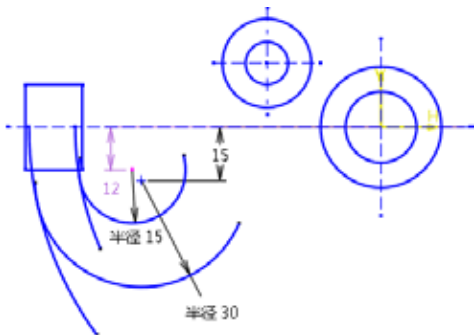

图5-120 绘制相切圆弧
- 07 再利用【弧】命令，绘制如图5-120所示的2段圆弧，这2段圆弧分别与前面绘制的圆弧相切。